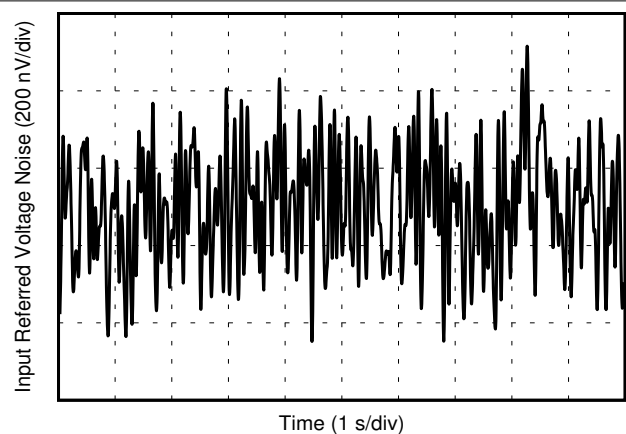

图 6-16. 0.1-Hz to 10-Hz Voltage Noise
0.1-Hz to 10-Hz Voltage Noise	<a href="#">图 6-16</a>